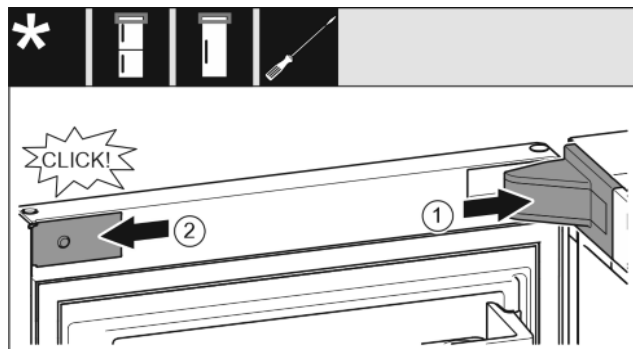

Fig. 18
- Nasadíte kryt ložiskovej konzoly a zaistíte, príp. opatrne roztláčte. Fig. 18 (1)
- Zboku nasadíte a zaistíte kryt. Fig. 18 (2)